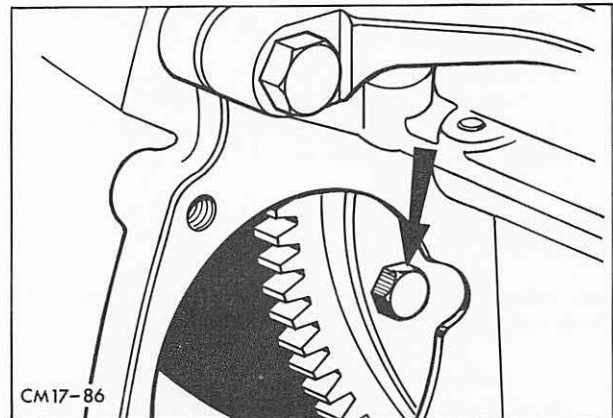

Abb. 31 Schraube, Drehmomentwandler – Mitnehmerscheibe
20. Drehmomentwandler an Mitnehmerscheibe anbauen und Schrauben festziehen. Abb. 31.